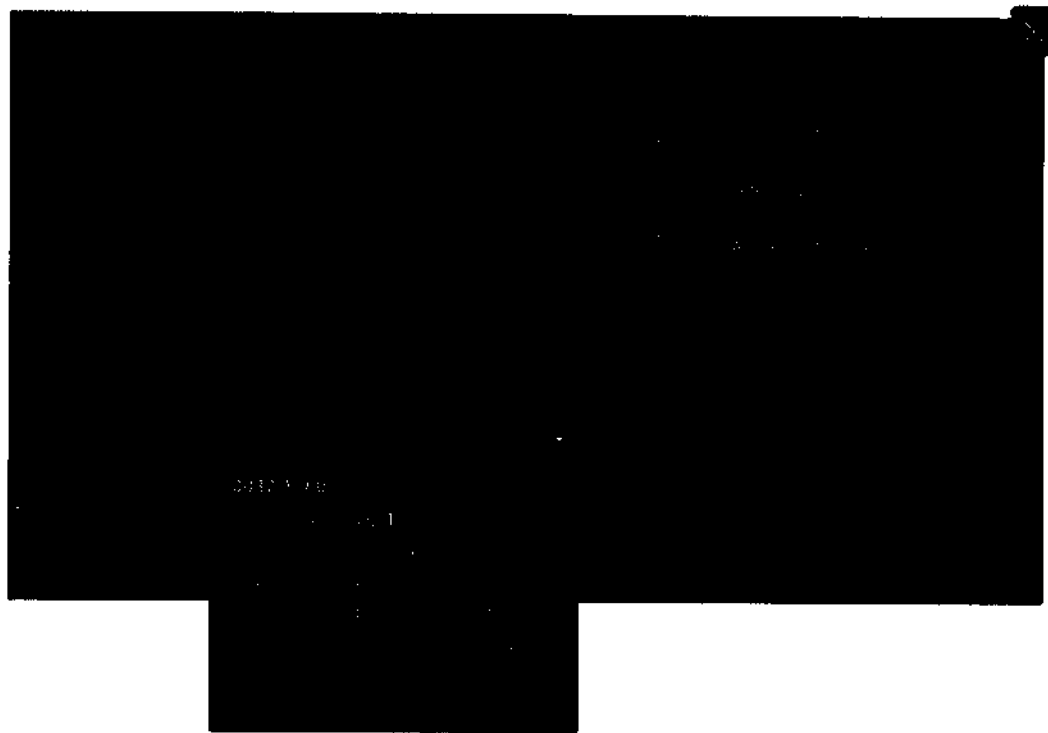

Рис. 2-36. Конфигурация рабочего списка (вид окна для администратора)
- список «Procedure DICOM Tag» (Тег DICOM-процедуры) (доступен только пользователям с правами администратора, см. вид окна на Рис. 2-36);